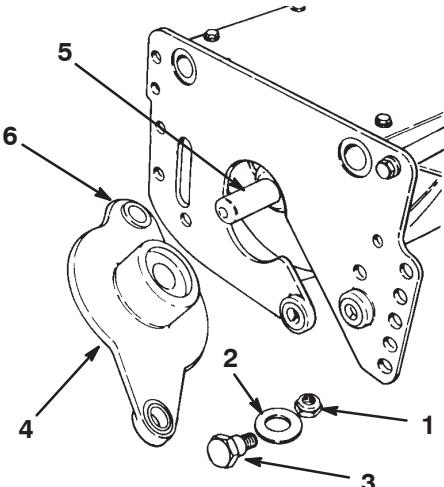

Bild 29
2. Nehmen Sie die Ansatzschreiben, Büchsen und Distanzstücke an jedem Ende des Geräts ab. Nehmen Sie dann den Untermesserträger bzw. das Untermesser ab (Bild 29).
3. Entfernen Sie die innere Sicherungsmutter vom Einstellstift, die Befestigungen für die Halterung und den Einstellgriff von der Seitenplatte (Bild 29).
1. Prüfen Sie die Flanschbüchsen in den Befestigungslöchern für das Antriebsgehäuse und das Lagergehäuse auf Abnutzung (Bild 29). Tauschen Sie diese bei Bedarf aus.
7. Stecken Sie die Ansatzschraube durch die Belleville-Scheibe und das Befestigungslöch am hinteren Gehäuse. Stecken Sie die Schraube durch das Befestigungslöch an der Seitenplatte (Bild 29). Setzen Sie die konische Mutter in die Schraube ein. Ziehen Sie die konische Mutter auf 61 bis 75 Nm fest.